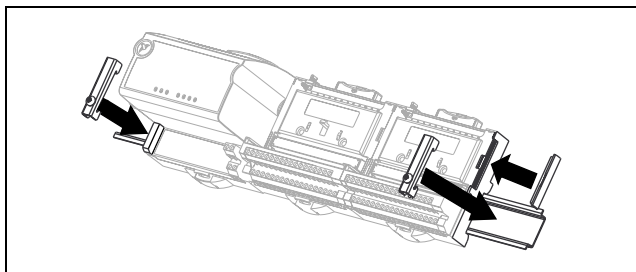

図3. レールロックと保護カバーの追加
7. 図3のように、バンクにある最後のターミナルベースのローカルバスコネクタに保護カバーを取り付けます。レールロックをスライドさせてネジで留めることによって追加します。